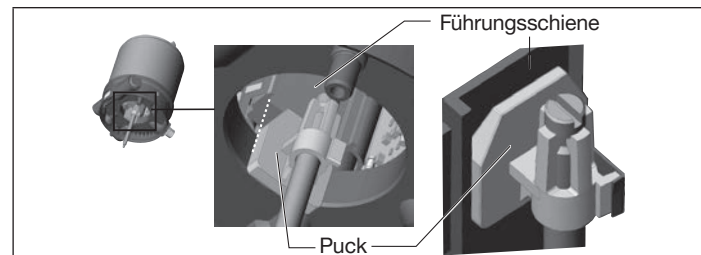

Bild 5: Ausrichten des Pucks
1. der Puck in die Führungsschiene des Positioners (siehe „Bild 5“) und